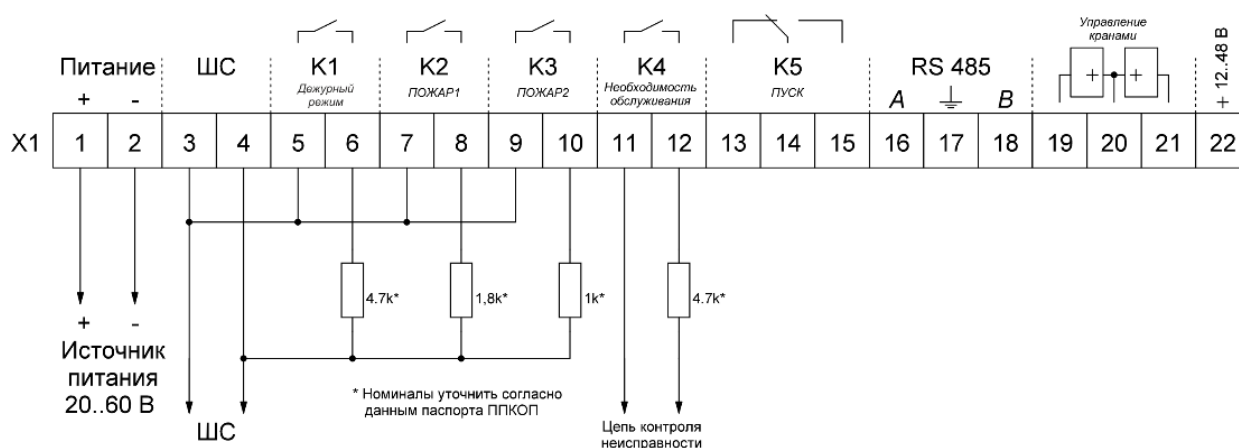

Рисунок 16 – Схема подключения с отдельным сигналом об обслуживании
17.1 Схема подключения ИПА к ПЦН с приоритетом сигналов о пожаре при уменьшении сопротивления ШС и формировании извещений «Пожар 1», «Пожар 2» (номиналы резисторов приведены для ПЦН типа ППКОП Сигнал-20П Smd, С2000-АСПТ с ШС1 тип 1 пожарный дымовой с определением двойной сработки) (рисунок 16).